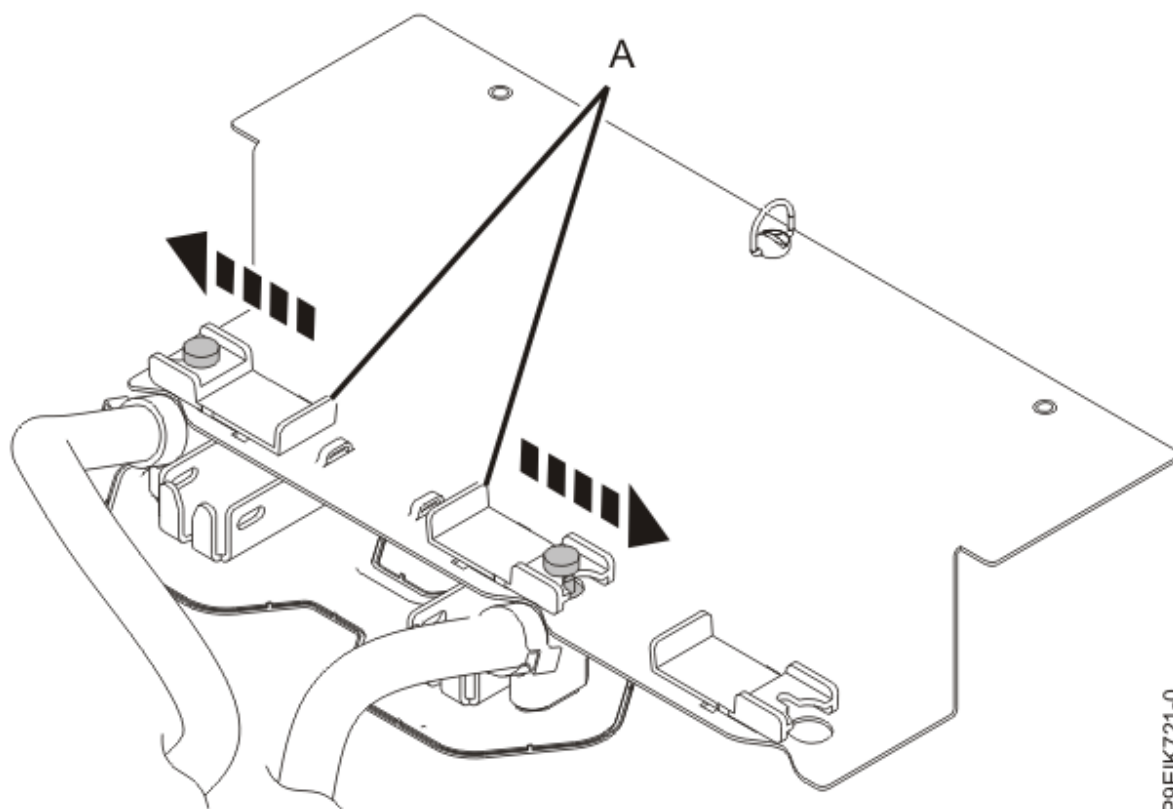

Figure 23. Fixation des broches de plaque froide de processeur graphique
- c) Faites glisser les deux loquets en plastique **(A)** dans la partie la plus étroite de la broche, comme illustré dans la Figure 23, à la page 26.